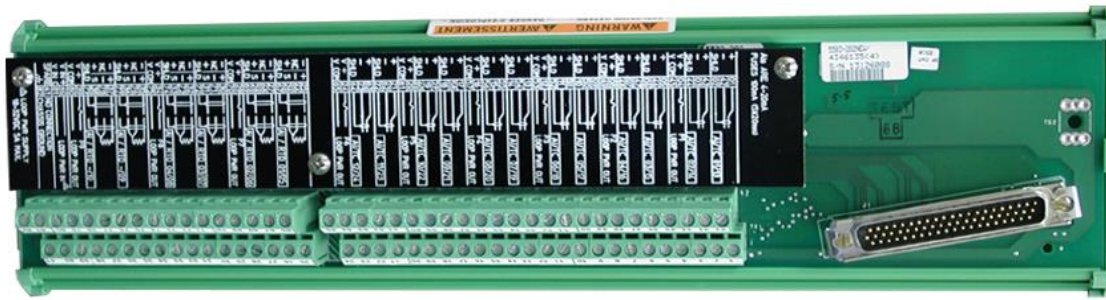

図 12-4. 34Ch HDVIM FTM
3. ヒューズの場所を特定し、同じサイズ、タイプ、定格の新しいヒューズと交換します。チャンネルヒューズの場所については、図12-4を参照してください。